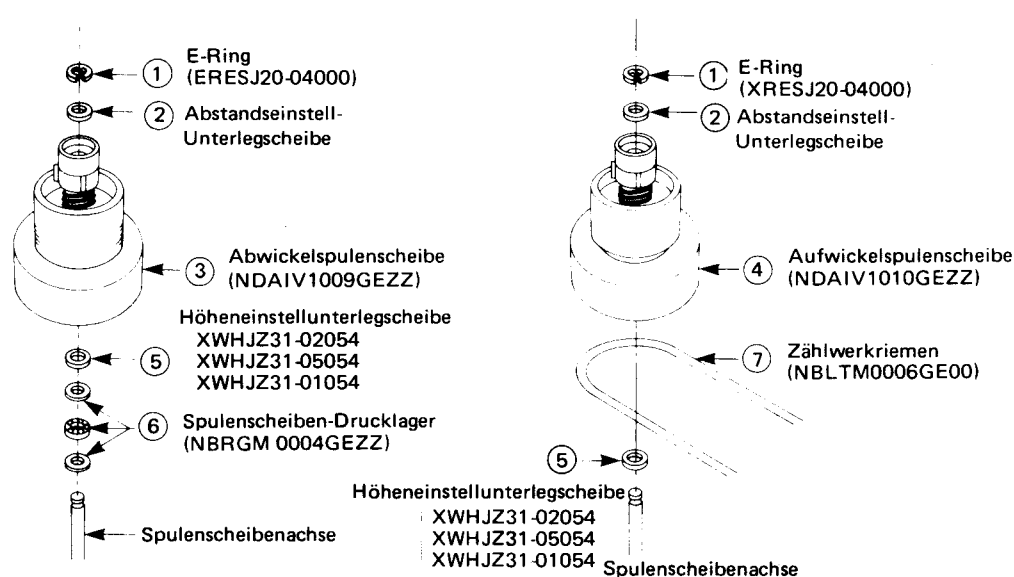

Abbildung 53
## AUSTAUSCH, ZUSAMMENSETZEN UND HÖHEEINSTELLUNG DER SPULENSCHLEIBEN (Siehe Abb. 53.)
1. Die Hauptlehre in das Gerät einsetzen und darauf achten, daß die Höhe der Spulenscheibe geringer als das Teil "A", jedoch höher als das Teil "B" der Abbildung 53 ist. Dies unter Verwendung der Spulenscheiben-Höhereinstellvorrichtung ausführen. Falls die Höhe von den vorgeschriebenen Werten abweichen sollte, kann dies durch Verwendung der Höhereinstellunterlegscheiben korrigiert werden. Diese Unterlegscheiben sind in drei Größen erhältlich (3,1W 5,4-0,25), (3,1W 5,4-0,5) und (3,1W 5,4-0,13). Das Höhenspiel der Achse sollte einen Spielwert von 0,1 bis 0,5 mm nicht überschreiten.